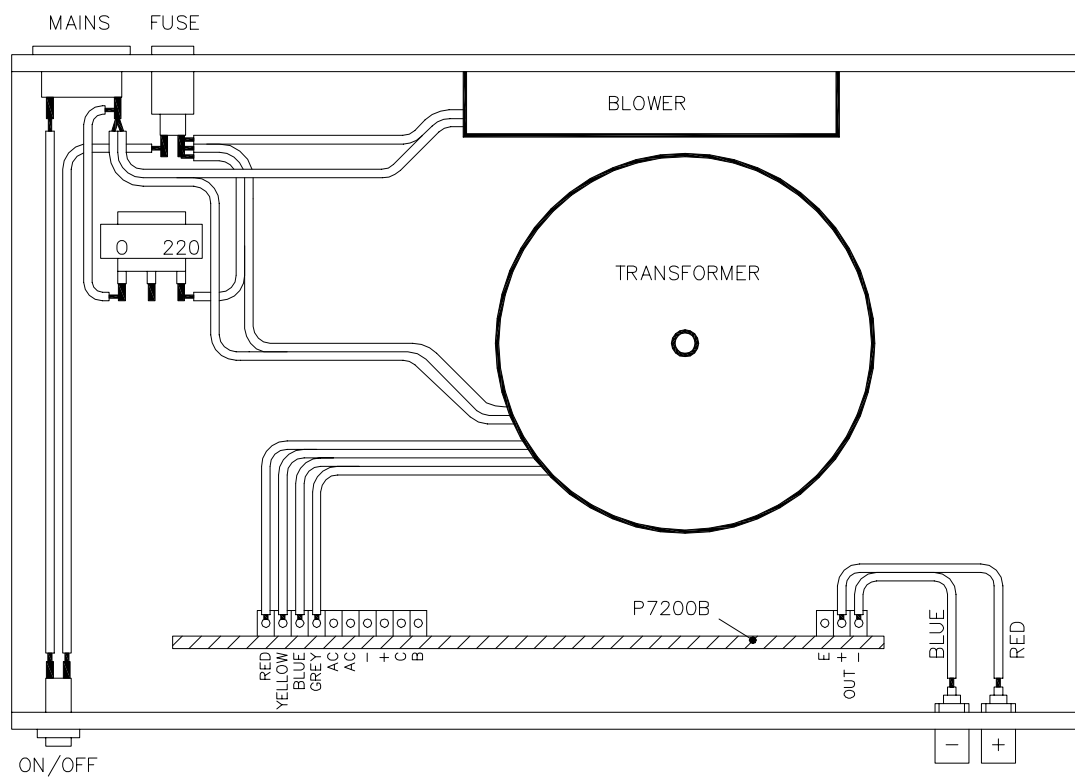

FIG. 6.2
- Verbinden Sie die rote Ausgangsklemme mit der OUT + Schraubklemme (roter Draht) und die schwarze Ausgangsklemme mit der OUT - Schraubklemme (blauer Draht) (Abb. 6.2).
- Verbinden Sie den Netzstecker, den Sicherungshalter und den Netzschalter (verwenden Sie Kabelschuhe zum Anschluß des Netzschalters!), wie in Abb. 6.2. Verbinden Sie den kleinen 2X6V Trafo (zwischen 0 und 125V oder zwischen 0 und 220V, abhängig von der Netzspannung) - siehe Abb. 6.2.
- Verbinden Sie auch die Netzspannungsdrähte des Ringkerntrafos (für die Farben verweisen wir auf die Dose des Trafos) - siehe Abb. 6.2.
Stellen Sie folgende Verbindungen mit dem Ringkerntrafo her: (Abb. 6.2)
- Die Netzspannung des Ventilators kann jetzt angeschlossen werden (siehe Abb. 6.2).